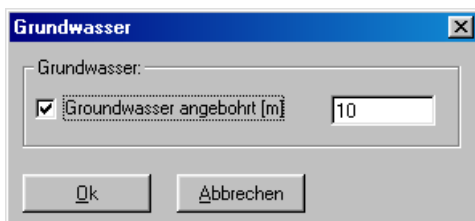

Bild 40 Menü "Tiefe der Grundwasser angebohrt"
- Mit Doppelklick in: *Tiefe des Grundwasser angebohrt* wird das Menü des Bild 40 aufgerufen